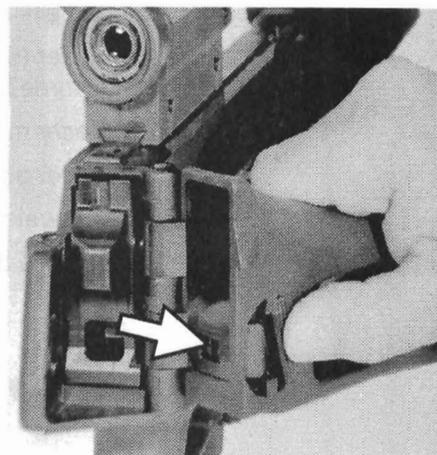

Bild 64 Riegel und/oder Druckfeder wechseln
- ⇒ Riegel eindrücken (Bild 64).